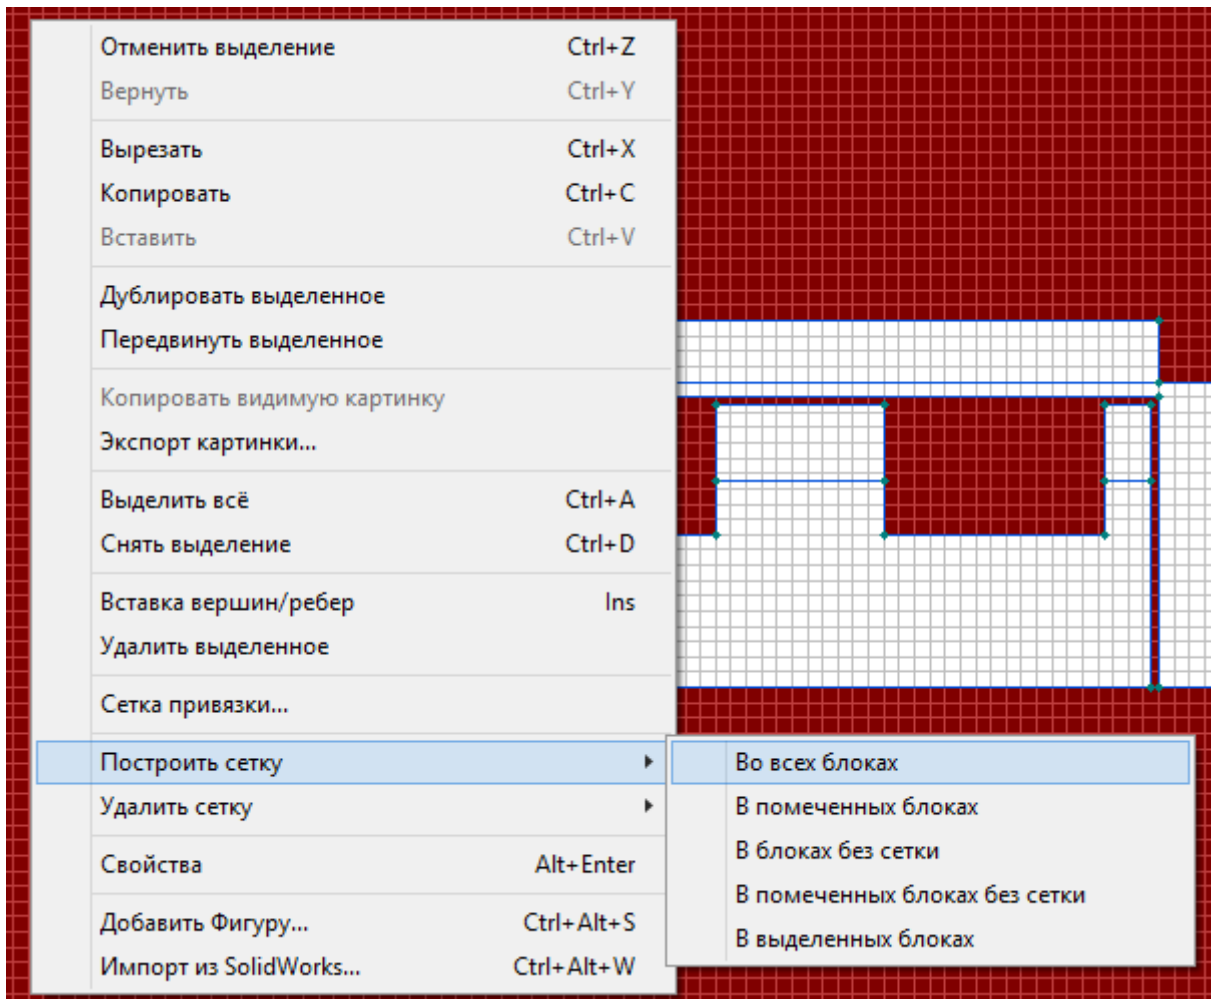

Рисунок 7 – Построение сетки в расчётной области.
11. Далее необходимо построить сетку в решаемой модели (рис. 7). Для этого необходимо вызвать меню через правую кнопку в области геометрии и выбрать команды «Построить сетку» - «Во всех блоках».